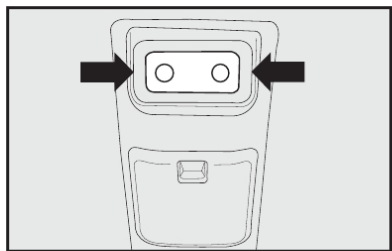

fig. 39
1) Com uma chave de fenda no ponto indicado pela **seta-fig. 39** remover o conjunto da luz interna montado a pressão;